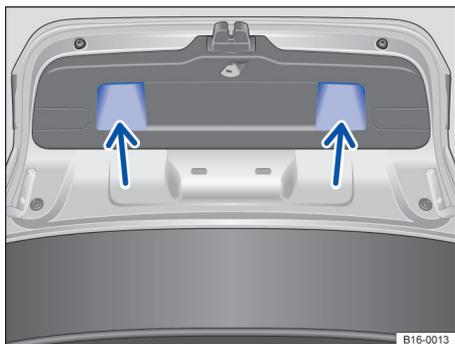

Fig. 32 Capó del maletero abierto: cavidades para tirar.
- Agarre el capó del maletero por una de las cavidades del guarnecido interior del mismo ⇒ fig. 32 (flechas).